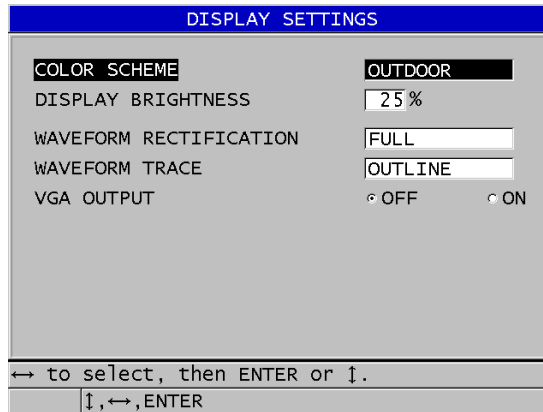

Abbildung 4-3 Fenster DISPLAY-EINSTELLUNGEN
2. Im Fenster **DISPLAY-EINSTELL.** (siehe Abbildung 4-3 auf Seite 60) können dann die folgenden Parameter auf den gewünschten Wert eingestellt werden: